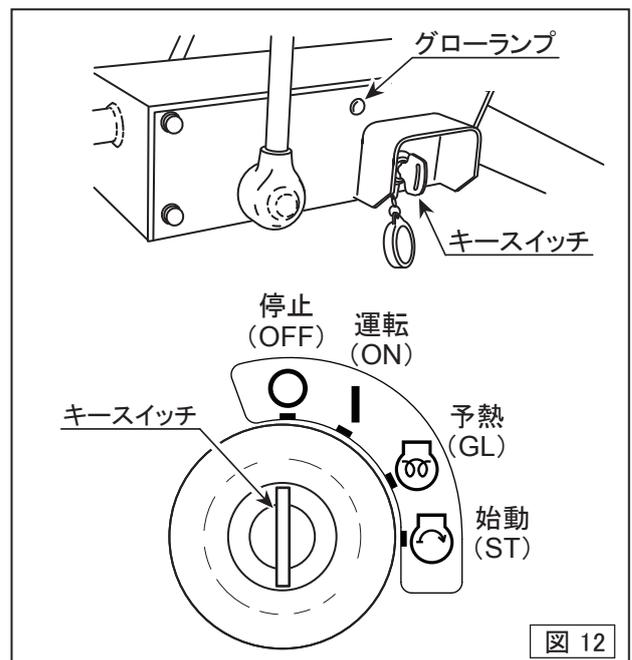

図 12
- キースイッチの操作 (図12)
- エンジンが停止したらキースイッチを停止の位置へ回します。停止の位置でブザー音が止まります。(P13, 図12)